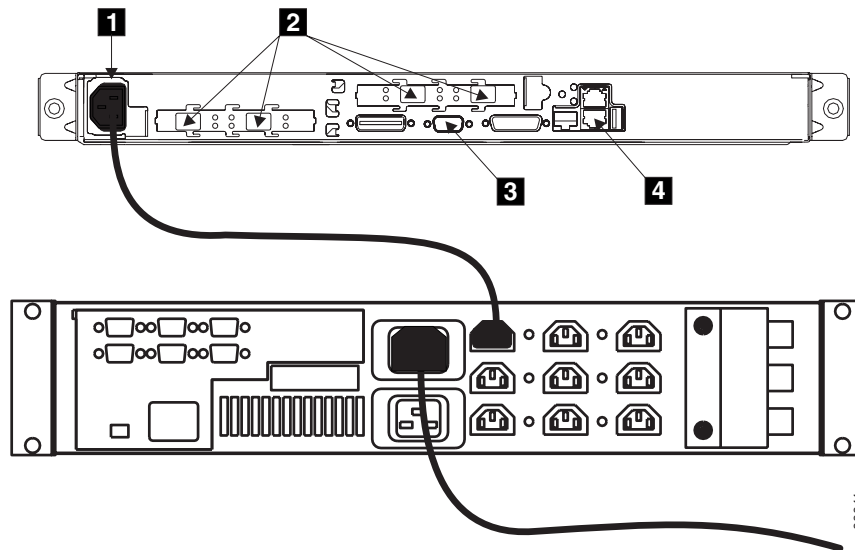

Abbildung 3. Netzkabel- und Signalanschlussbuchsen für den SAN Volume Controller 2145-4F2 und die 2145 UPS
2. Stellen Sie sicher, dass das Netzkabel an die 2145 UPS angeschlossen ist. Stellen Sie zudem sicher, dass das andere Ende des Netzkabels der 2145 UPS an den Verteilungspunkt im Rack angeschlossen ist. In Abbildung 3 werden die Anschlüsse für den SAN Volume Controller 2145-4F2 und die 2145 UPS gezeigt. Der Netzkabelanschluss ist in der Abbildung mit **1** gekennzeichnet.